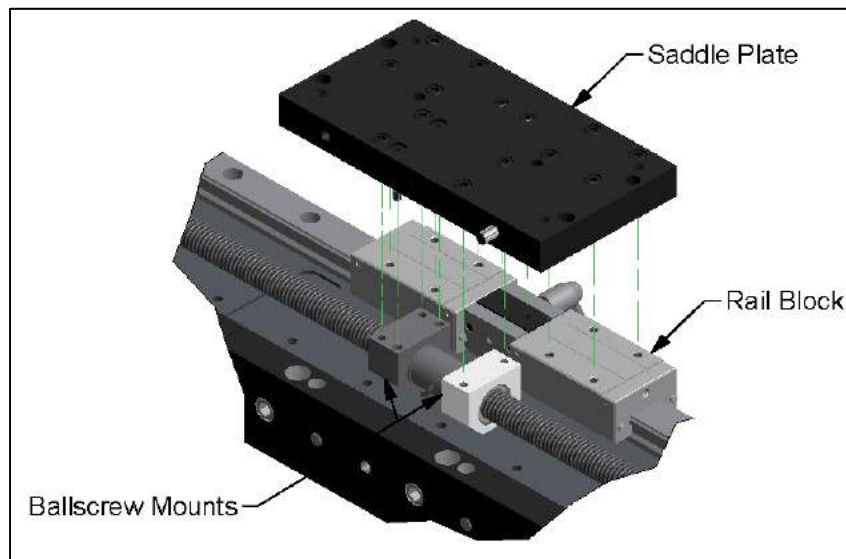

Figure 9. Supports de vis à bille (gauche) et plaque de socle (haut) et bloc de glissière (droite)
1. Fixez la plaque du socle aux blocs des glissières comme présenté sur la Figure 9. Le bord extérieur devrait être affleurant avec les blocs de glissières. Cela aligne le socle avec le banc et aligne ensuite le coulisseau avec le banc.